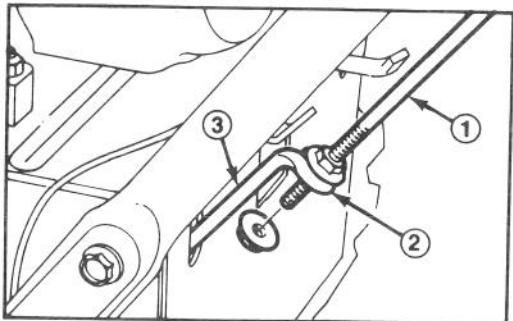

Figure 3
2. Introduisez la tige de traction dans la bride de la tige de traction inférieure (Fig. 3).
3. Enfilez en écrou à colerette (la colerette en haut) sur le bas de la tige de commande de traction jusqu'à la bride dans la tige de traction inférieure (Fig. 3).
6. Réglez les écrous à colerette sur la tige de traction (Fig. 3) jusqu'à ce que la dimension correcte soit obtenue.